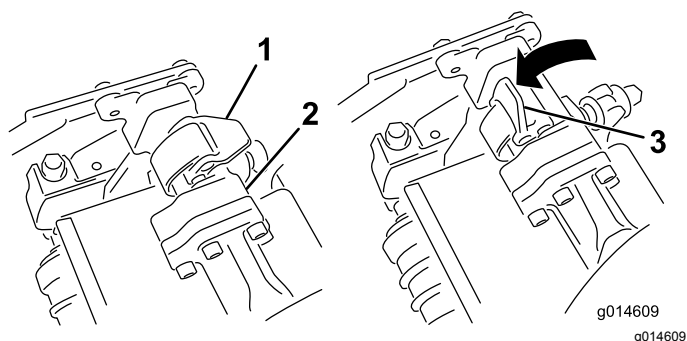
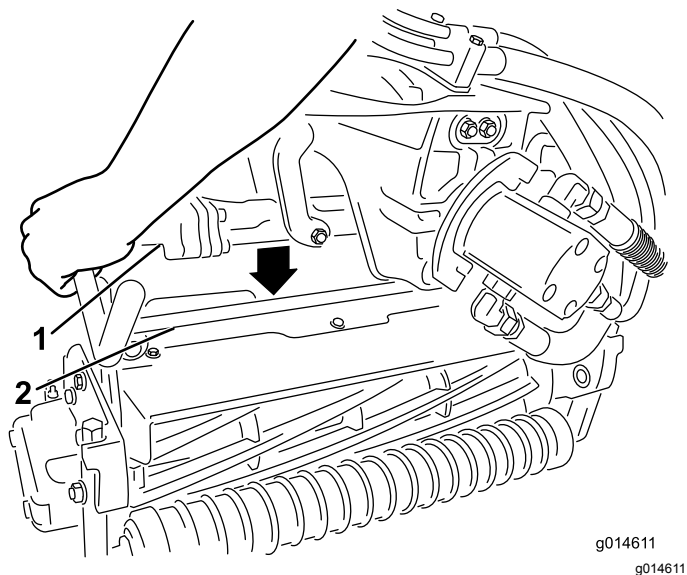

Рисунок 42
Рисунок 43
3. Когда защелки на штанге рычага подвески направлены вверх (т.е. открыты) (Рисунок 42), нажмите на рычаг подвески так, чтобы штанга села на поперечный стержень наверху режущего блока (Рисунок 43).
4. Опустите защелки и поверните вокруг стержня режущего блока и заблокируйте их (Рисунок 42).
4. Откройте защелки на штанге рычага подвески режущего блока, который необходимо снять (Рисунок 42).